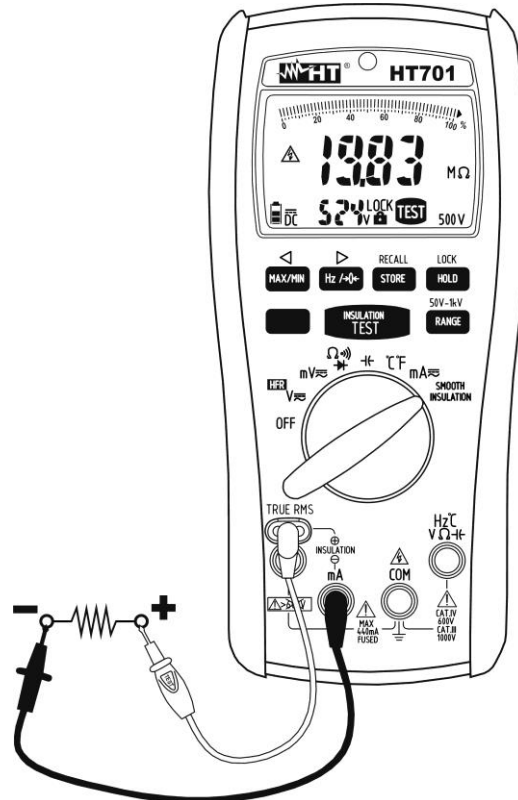

Fig. 10: Uso del instrumento para medida de Aislamiento
5. Inserte la sonda remota roja en el terminal de entrada "⊕" y el cable negro en el terminal de entrada "⊖" (vea Fig. 10)
6. Posicione las puntas en las extremos del circuito en prueba respetando las polaridades positiva y negativa (vea Fig. 10). Usar eventualmente los terminales cocodrilo